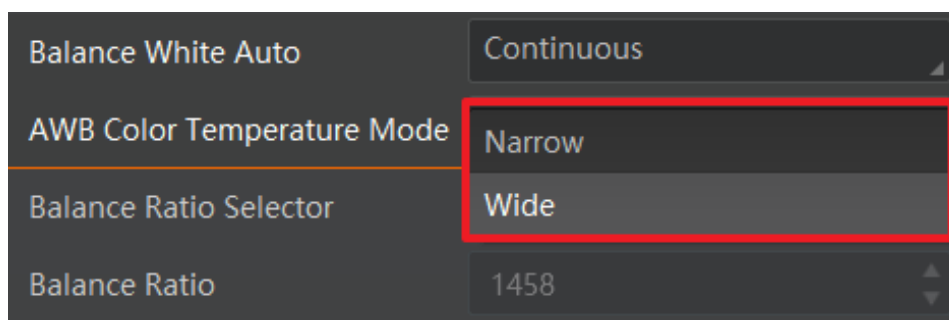

图7-28 自动白平衡色温模式设置
3. *Balance White Auto* 参数默认为 *Continuous*，且色温模式为窄域，即 *AWB Color Temperature Mode* 为 *Narrow*。若在此色温模式下进行自动白平衡后，图像色彩效果仍然不佳，可将 *AWB Color Temperature Mode* 参数设置为 *Wide*，再进行自动白平衡校正，如图 7-28 所示。